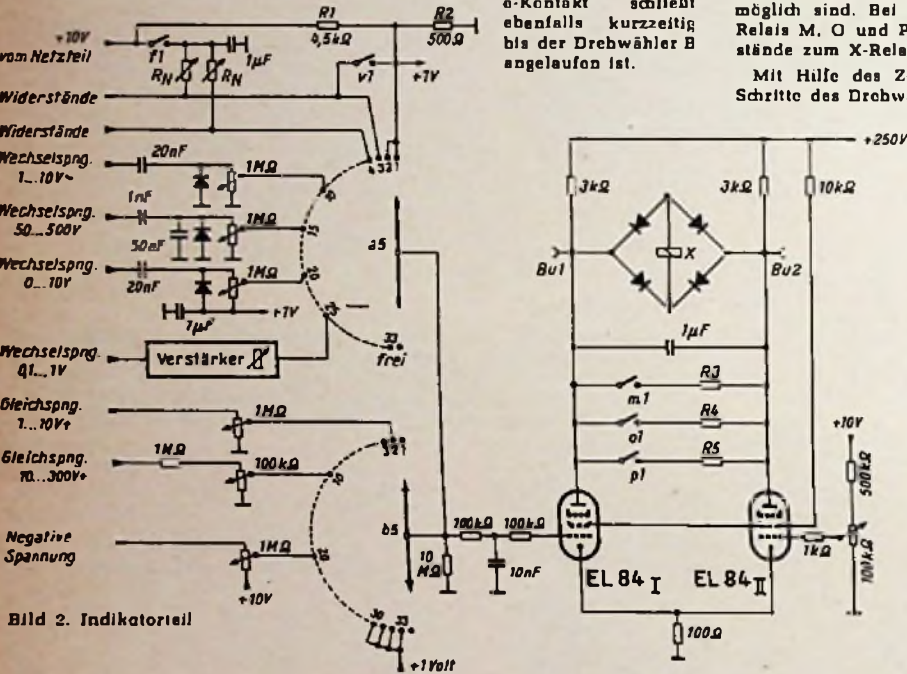
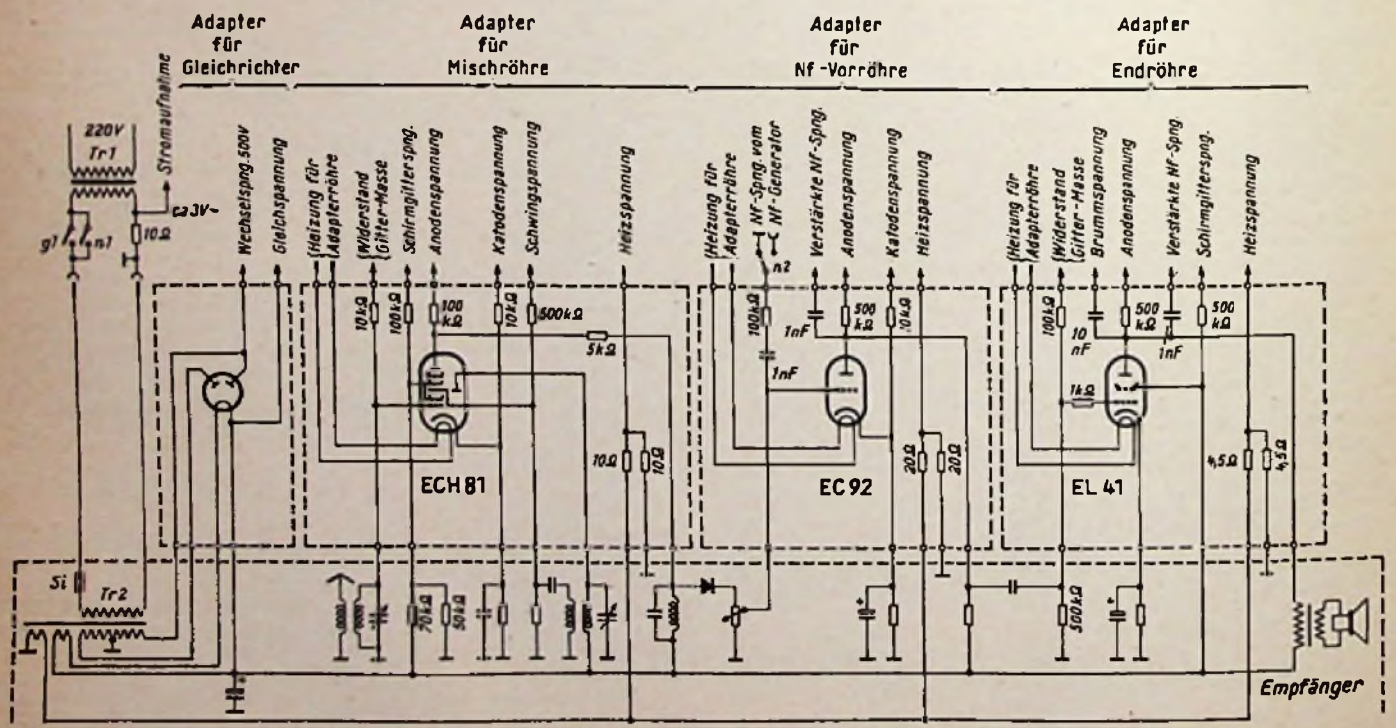

Bild 2. Indikationsteil
Bild 3. Schaltung der Röhrenadapter
Der Kontakt  $x_1$  gehört zu dem X-Relais im Indikationsteil (Bild 2). Sobald dieses einen Fehler, d. h. eine falsche Spannung, feststellt, öffnet sich dieser Kontakt  $x_1$ . Damit wird das Takterels T stromlos und die Automatik bleibt stehen. Entweder wird jetzt der Fehler beseitigt und die Automatik läuft von selbst wieder an, oder die Taste  $S_2$  im Bild 1 (Steuerteil A) wird gedrückt. Das Wiedererschaltrelais E zieht solange an, wie der Ladevorgang des vorgeschalteten Kondensators dauert. Der  $e_1$ -Kontakt parallel zu dem  $x_1$ -Kontakt schließt sich kurzzeitig, und die Automatik kann wieder anlaufen. Da auf Schritt 33 der  $a_2$ -Kontaktbahn keine Messung erfolgt, bekommt das E-Relais hier nochmals kurzzeitig über den zweiten vorgeschalteten Kondensator Spannung. Der  $e$ -Kontakt schließt ebenfalls kurzzeitig bis der Drehwähler B angelaufen ist.
Die Kontaktbahnen  $a_2$  und  $b_2$  schalten bei jedem Schritt ein Glühlämpchen ein, so daß jederzeit zu erkennen ist, auf welchem Schritt sich die Automatik befindet. Die Stellungen 1 und 33 werden nicht zur Messung benutzt. Die Kontaktbahn  $a_3$  steuert das V- und das F-Relais für die Widerstandsmessung. Diese findet am Anfang der Messung in spannungslosem Zustand des Chassis statt. Der Kontakt  $f_1$  in Bild 2 legt die Widerstandsmeßspannung + 10 Volt an. Wird z. B. der Gitterableitwiderstand einer Verstärkerröhre gemessen, so würde diese Meßspannung nachher im Betrieb stören und muß daher wieder verschwinden. Das V-Relais mit seinem Kontakt  $v_1$  dient der Aufladung vorhandener großer Kapazitäten auf + 1 Volt. Das ist beispielsweise für die Messung des Widerstandes der Leitung gegen Masse notwendig. Sind die Widerstandsmessungen beendet, schaltet das P-Relais ab und das G-Relais tritt in Tätigkeit. Dieses legt die Meßspannung an das Prüfchassis (Bild 3). Die Röhren in den Adaptoren werden aus dem Automaten geholt, so daß alle Spannungen sofort in der normalen Höhe anliegen. Notfalls läßt man einige Schritte ohne Messung lauffahren. Hier wird auch die Stromaufnahme geprüft, und zum Schluß soll noch die NF-Verstärkung der NF- und Endstufe gemessen werden. Das N-Relais (Bild 3) schaltet über den  $n_1$ -Kontakt (Bild 3) die Netzspannung wieder zu, das G-Relais ist ja wieder in Rubstellung, und über den  $n_2$ -Kontakt (ein Umschaltkontakt, Bild 3) liegt die NF-Spannung eines Tongenerators am Gitter der NF-Vorverstärkerröhre.
Da die einzelnen Meßpunkte mit verschiedenen Toleranzen gemessen werden müssen, werden mit den Kontaktbahnen  $a_4$  und  $b_4$  (Bild 1) drei Toleranzrelais M, O und P gesteuert, so daß vier verschiedene Toleranzen möglich sind. Bei der engsten Toleranz ist kein Relais eingeschaltet. Die Relais M, O und P legen mit ihren Kontakten  $m_1$ ,  $o_1$  und  $p_1$  Parallelwiderstände zum X-Relais (Bild 2).
Das Indikationsteil, auf dessen Schaltung Bild 2 bereits mehrfach hingewiesen wurde, ist für beide Steuerteile gleich. Nur besitzt das X-Relais für Steuerteil A einen Ruhekontakt und für Steuerteil B einen Arbeitskontakt. Das X-Relais ist ein polarisiertes Telegrafrelais, so daß diese Änderung nur einen Wechsel der Anschlüsse verlangt.
In Bild 2 sind in willkürlicher Verteilung einige Beispiele für verschiedene Messungen gezeichnet. Auf den Schritten 1 und 2 finden keine Messungen statt. Diese Kontakte werden an + 1 Volt gelegt. Ober den  $v_1$ -Kontakt lassen sich auf Schritt 2 zu messende Kapazitäten mit der Meßspannung vorladen.
Bild 3 zeigt den Anschluß der Adapter an einen nur im Prinzip dargestellten Drei-Röhren-Empfänger. Die Röhren im Adapter werden vom Automaten geholt, so daß alle Verzögerungen, die durch jedesmaliges Aufheizen der Röhren entstehen würden, vermieden werden.
d. h. erst nach dieser Zeit wäre eine Messung möglich. Um diesen Zeitraum abzukürzen, wird der Siebblock über den Spannungsteiler  $R_1/R_2$  (4,5 k $\Omega$ /500  $\Omega$ ) und den Kontakt  $v_1$  (Bild 2) vorgeladen. Jetzt beträgt die Ladezeit nur noch